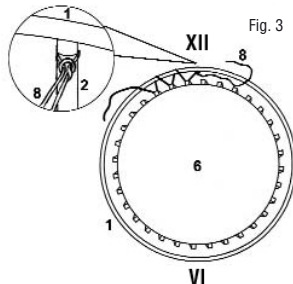

Fig. 3
(1) Fissate la fune rebound (8), centralmente con un nodo, al supporto di una gamba (evidenzia la posizione XII) (Fig.3).